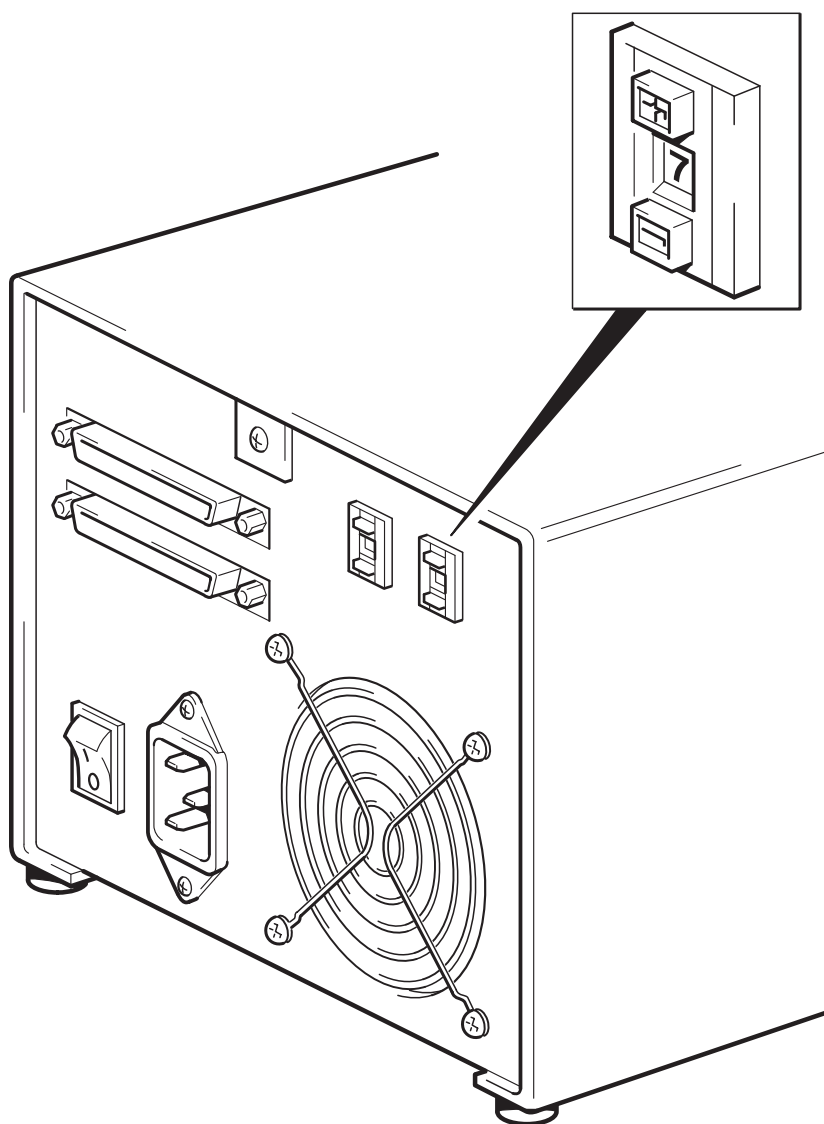

Figura 4: cómo comprobar el conmutador de opción
- 1 Compruebe que el conmutador de opción del cargador automático (el conmutador de la derecha en la figura 4) está ajustado al valor correcto, tal y como se indica en la tabla anterior. Sólo debe cambiar el valor del conmutador a 5 con estaciones de trabajo Sun que ejecuten Solaris 2.6 o versiones anteriores.
- 2 Si el conmutador de opción no está establecido en el valor correcto para el sistema, cambie los conmutadores de configuración situados en la parte posterior de la unidad de la configuración predeterminada, como se muestra en la figura 4.